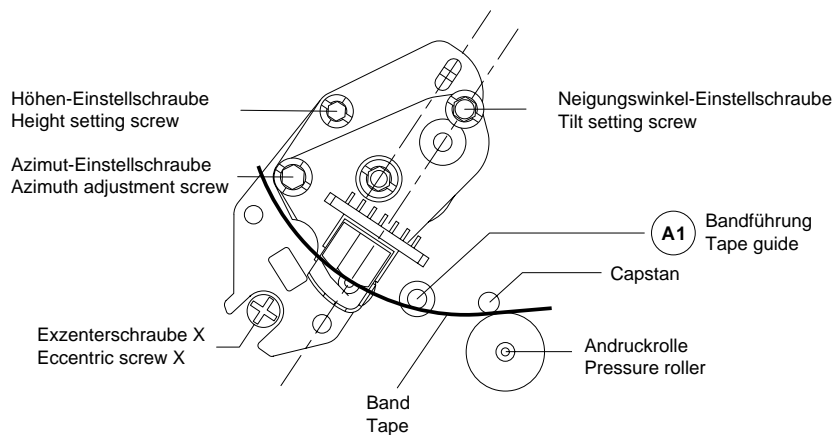

Fig. 25
- Mit der Schraube für den Neigungswinkel (Fig. 25) die Bandunterkante gut auf die Bandführung "A1" aufsetzen (das Band darf nicht an der Unterkante eingerollt sein).
- By means of the tilt angle adjusting screw (Fig. 25) move the tape until the lower edge just touches the tape guide "A1" (the lower edge of the tape must not bend).
- Mit der Höheneinstellschraube maximale Ausgangsspannung einstellen (Fig. 25).
- Mit der Azimuteinstellschraube auf maximale Ausgangsspannung einstellen (Fig. 25).
- Zahlenfolge ④ ⑨ ③ ④ eingeben und mit Taste **[OK]** bestätigen.
- Mit der Exzentrerschraube (Fig. 25) die FM-Hüllkurvenspannung U_{FMES} an Meßpunkt ∇ der Chassisplatte auf Maximum einstellen (DC-gekoppelt).
- Adjust for maximum output voltage with the height adjustment screw (Fig. 25).
- Adjust to maximum output voltage with the azimuth adjustment screw (Fig. 25).
- Enter ④ ⑨ ③ ④ in this order and confirm with button **[OK]**.
- With the eccentric screw (Fig. 25) set the FM envelope voltage U_{FMES} at test point ∇ on the family board to maximum (DC-coupled).